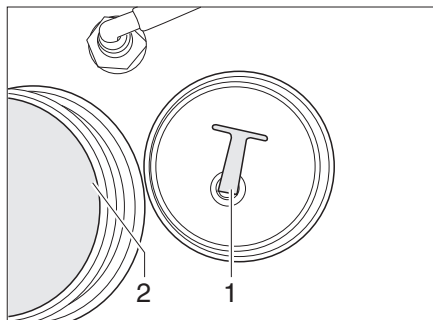

Fig. 153 Réservoir d'eau
- Dévisser le couvercle de fermeture (Fig. 153,2) du réservoir d'eau.
- Dévisser le bouchon de fermeture (Fig. 153,1) de l'ouverture de vidange. L'eau s'écoule.